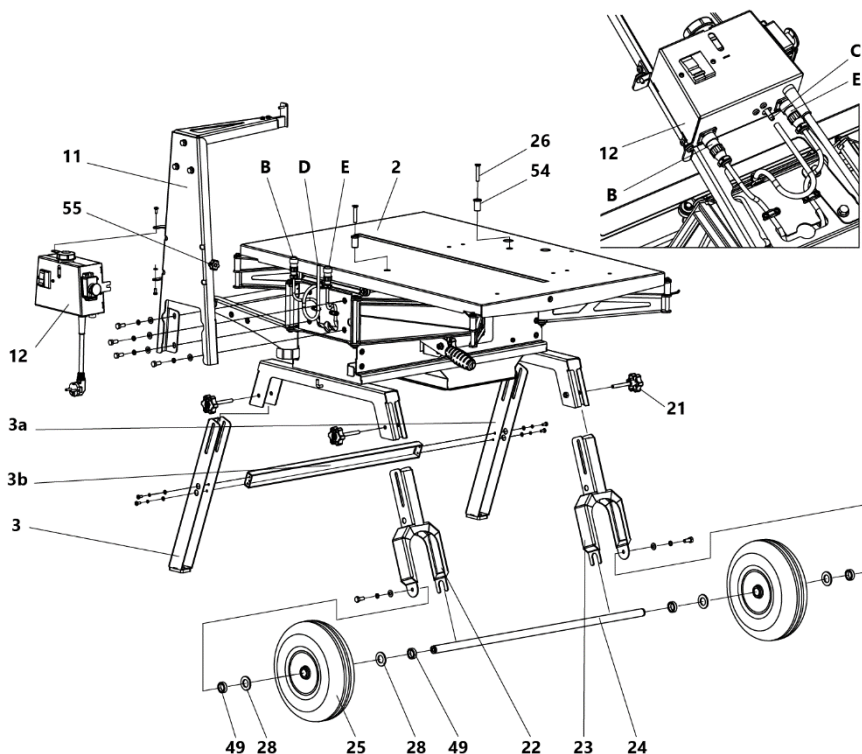

Рисунок 3
- Соедините опоры 3 и 3а (рис. 3) с перемычкой 3в с помощью шайб, винтов и установите на станок, зафиксировав их винтами-барашками 21.
- Закрепите пульт управления 12 (рис. 3) к стойке 11 винтами и винтом-барашком 55.
При использовании педали управления 13 подключите штекер педали вместо штекера E (рис. 3).